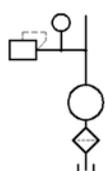
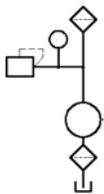

图 17.8.13 绘制虚线
图 17.8.14 复制图形（一）
(6) 绘制图 17.8.13 所示的虚线框。
① 切换图层。在“图层”工具栏中，选择“虚线层”图层。
② 选择下拉菜单 **绘图** \rightarrow **直线** 命令，以矩形上边线的中点为起点，向上移动光标，在命令行中输入数值 9 按 **Enter** 键，再向右移动光标，在命令行中输入数值 24 按 **Enter** 键，将光标向下移动，捕捉矩形的水平直线与之的交点并单击，捕捉矩形的右侧边的中点单击，按 **Enter** 键结束操作。
(7) 复制图形。选择下拉菜单 **修改** \rightarrow **复制** 命令，选取 Step1 中步骤（2）绘制的矩形和步骤（3）中的虚线为复制对象并按 **Enter** 键，选取矩形的下端点为基点，将光标向上移动，使其与步骤（1）绘制的直线的上端点重合，单击后按 **Enter** 键。结果如图 17.8.14 所示。